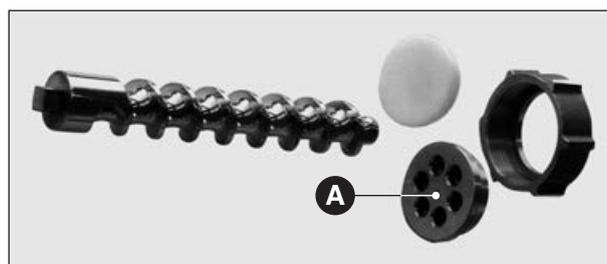

Fig. 15
6.2 LIMPIEZA DE: MEZCLADOR, COCLEA, ABRAZADERA E HILERA (Fig. 15)
La hilera (Fig. 15 **A**) debe mantenerse en un recipiente sumergida en agua durante todo el tiempo en que queda sin utilizar.